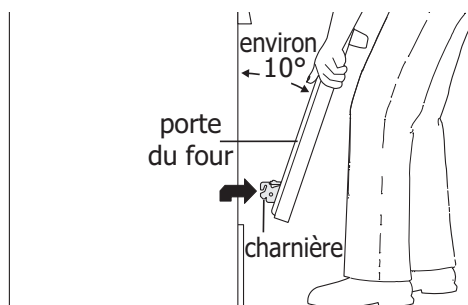
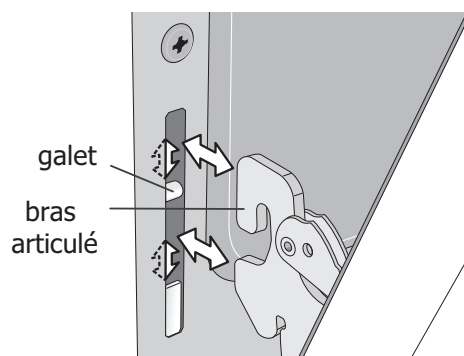

Figure 19 : Soutien de la porte pour la dépose
Figure 20 : Repose du bras articulé et du galet
3. Saisir fermement les deux côtés de la porte du four. Ne pas la soulever par la poignée (voir Figure 19).
4. Ouvrir la porte à un angle d'environ 10 degrés du cadre de porte (voir Figure 19).
5. Soulever les bras articulés hors des galets situés de part et d'autre du cadre de four (voir Figure 20).
1. Saisir fermement les deux côtés de la porte du four. Ne pas la soulever par la poignée (voir Figure 19).
2. Tout en tenant la porte au même angle que pour la dépose, asseoir le crochet du bras articulé sur les galets situés de part et d'autre du cadre de four (voir Figure 19 et Figure 20). Le crochet du bras articulé doit s'asseoir fermement sur les galets.